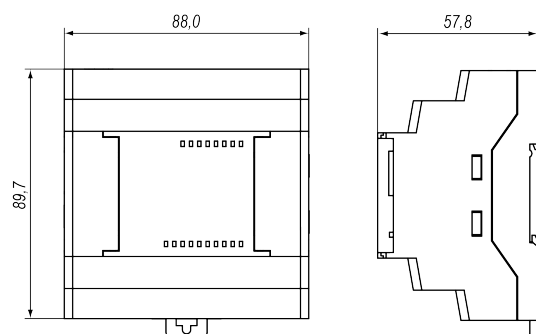

Рисунок 7.5 – Габаритные размеры
1. Подготовить на DIN-рейке место для установки модуля с учетом размеров корпуса (см. рисунок 7.5).